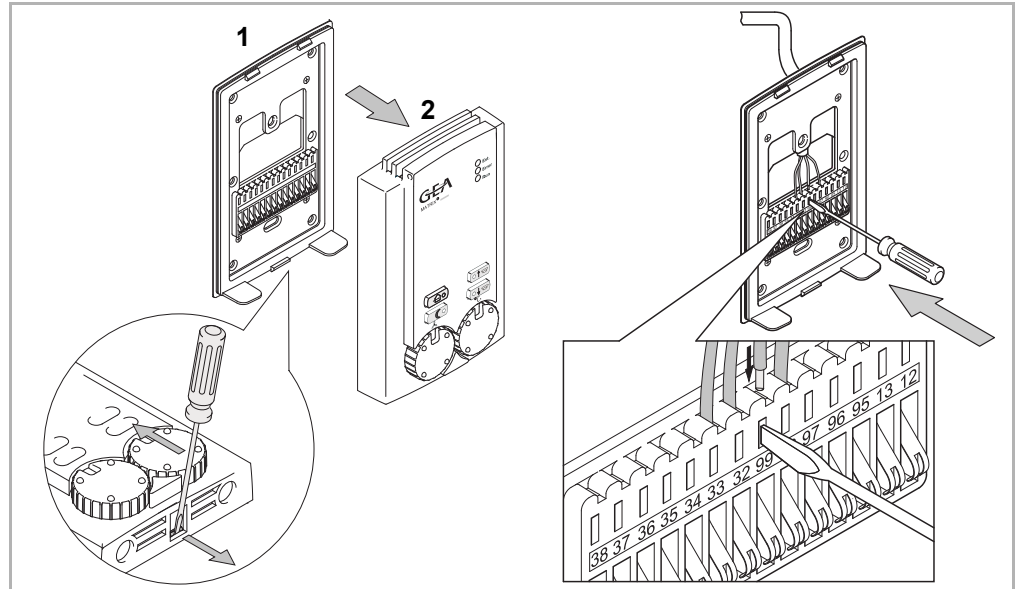

Abb. 6-6: Bediengerät öffnen
- Klippen Sie an der Unterseite des Bediengerätes mit einem Schraubendreher das Oberteil wie in Abb. 6-6 dargestellt aus und heben Sie das Oberteil nach oben von der Montageplatte ab.
- Ziehen Sie das Verbindungskabel zum Elektroschaltkasten des MultiMAXX durch die Membrantüllen des Unterteils und die Anschlussöffnung der Montageplatte des Bediengerätes (siehe Abb. 6-6) und schließen alle Adern an die Klemmen an.
Dazu lösen Sie zuerst die Klemme durch leichtes hereindrücken mit einem geeigneten Schraubendreher (siehe Abb. 6-6) und führen die jeweilige Ader in die vorgesehene Klemmenöffnung. Die federbelastete Klemme greift wieder, sobald Sie den Schraubendreher entfernen.